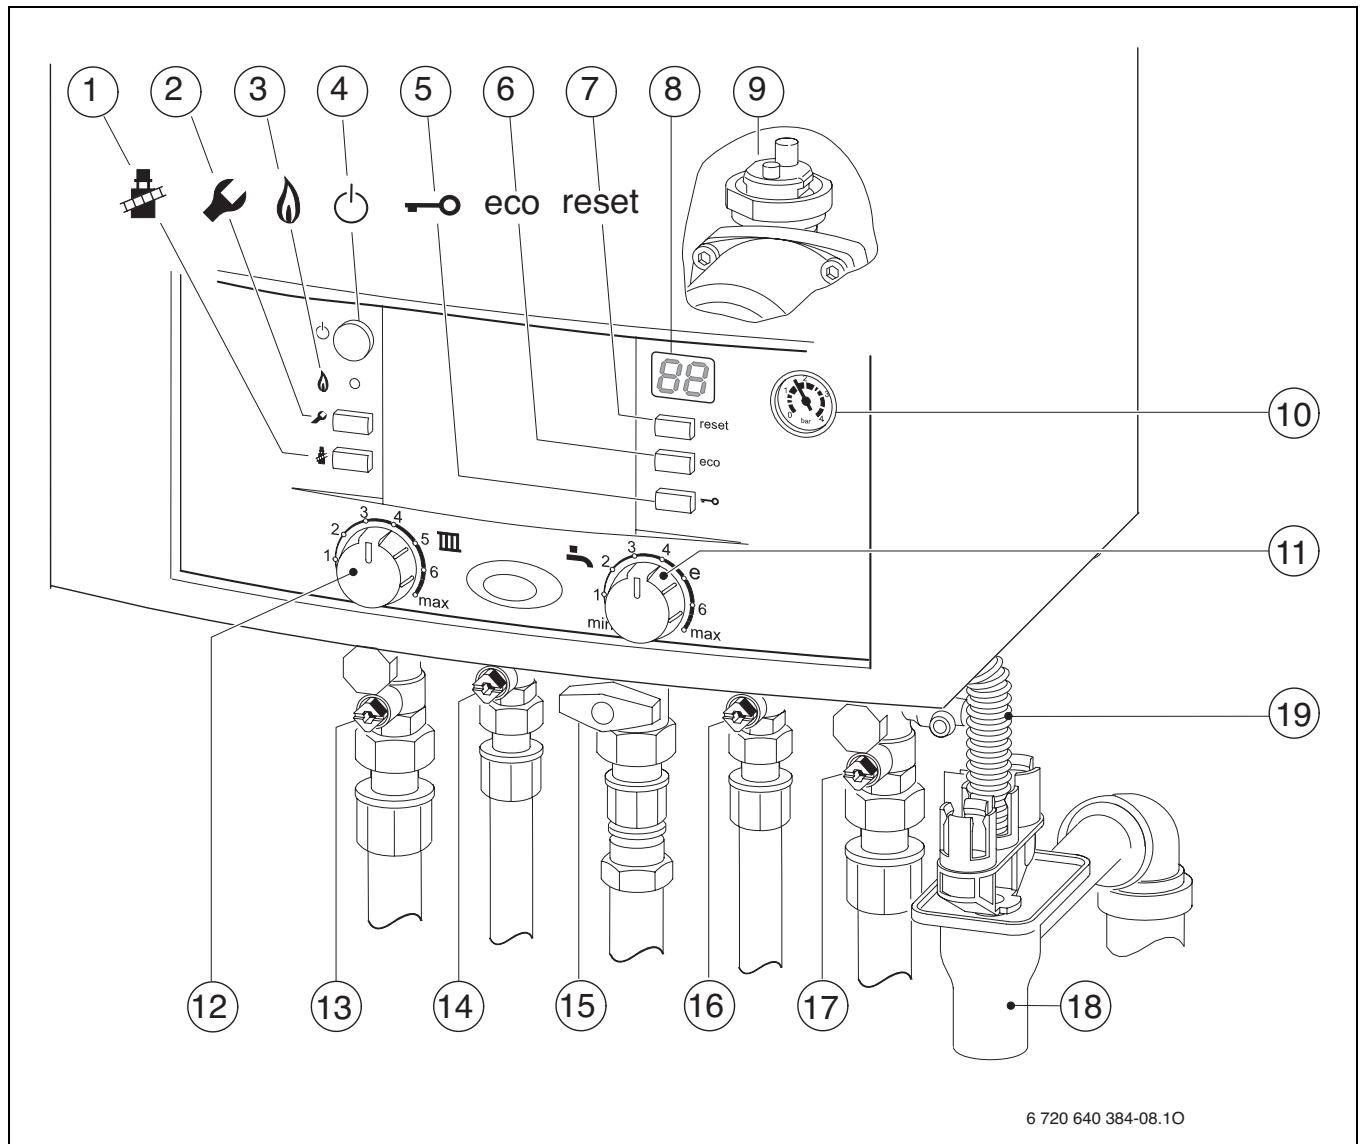

Bild 29
- ▶ Automatischen Entlüfter (→ Bild 29, [9]) öffnen.
- ▶ Bei Geräten ZW.: Kaltwasserhahn und Warmwasserhahn (→ Bild 29, [16 und 14]) öffnen und einen Warmwasserhahn so lange öffnen bis Wasser austritt.
- ▶ Heizungsvorlaufhahn und Heizungsrücklaufhahn (→ Bild 29, [13 und 17]) öffnen und Heizungsanlage auf 1 -2 bar füllen und Füllhahn schließen.
- ▶ Gashahn (→ Bild 29, [15]) öffnen.